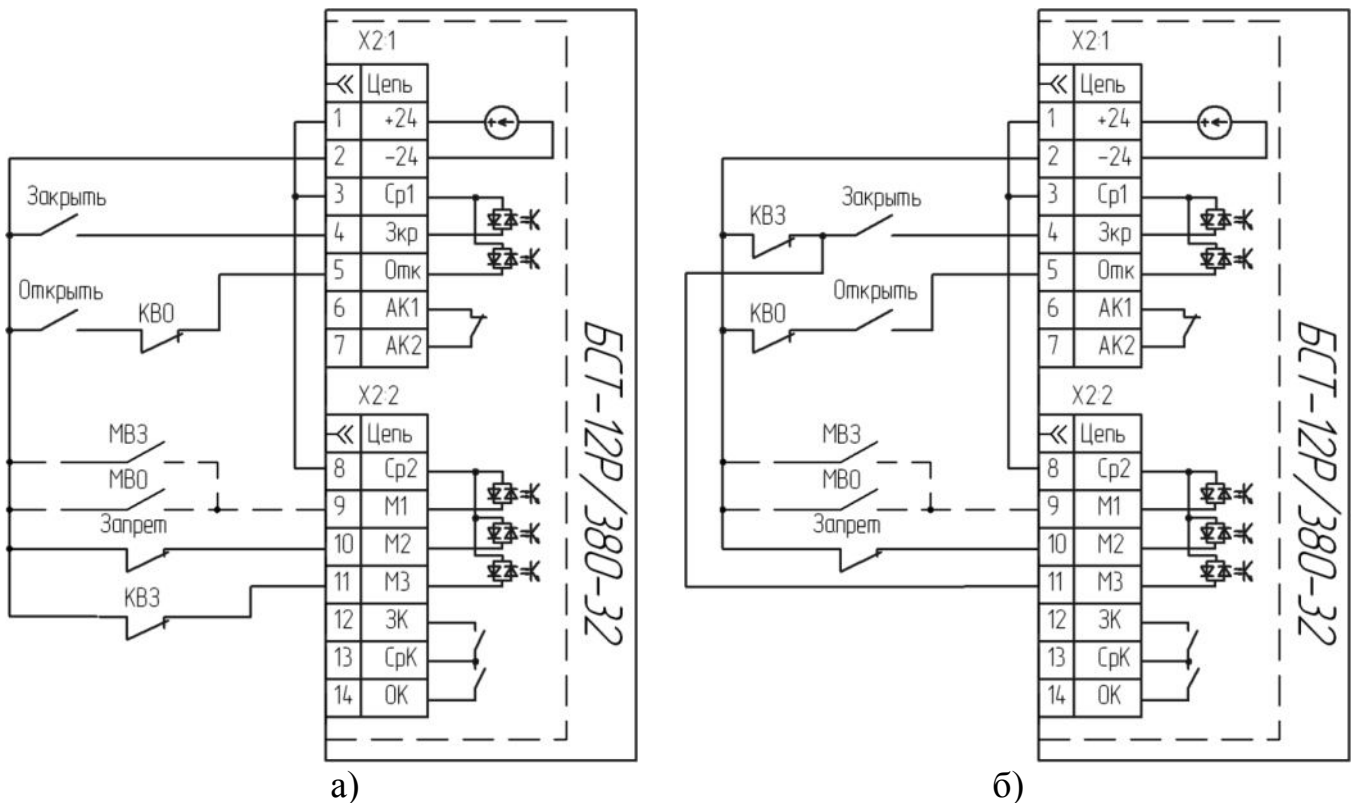

Рисунок 8 – Примеры схем подключения для варианта настройки входов 3
5. Режим дожима во время закрытия включается при снятии сигнала со входа «М3» при наличии сигнала на входе «Зкр» (см. рисунок 8, а), а также при одновременном снятии сигналов с входов «Зкр» и «М3» (см. рисунок 8, б).. Переход в состояние «Закр.» после превышения тока больше уставки *Idжм* или по сигналу МВЗ (см. 2.4).